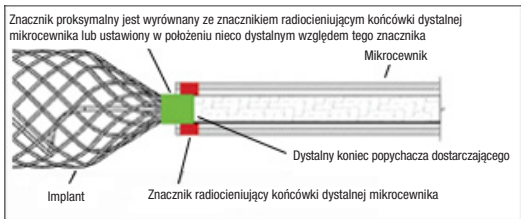

Rys. 5 – Pociąganie popychacza dostarczającego w kierunku proksymalnym w celu wycofania implantu
- Przytrzymując jedną ręką zielony introduktor, chwycić popychacz dostarczający i delikatnie pociągnąć go w kierunku proksymalnym, aby rozpocząć wycofywanie implantu (patrz rys. 5).